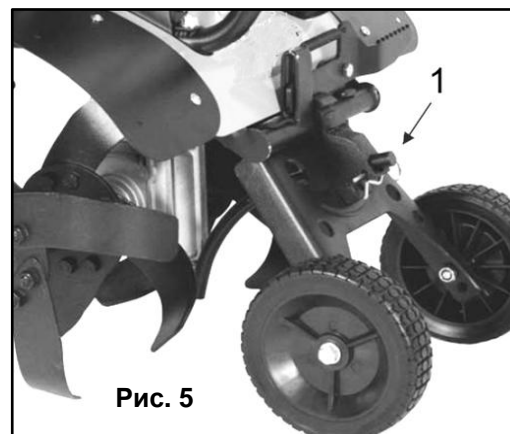

Рис. 5
- Отсоедините шплинт (1) (См. Рис. 5), выньте стопорный палец, а затем выньте сошник из держателя.
- С помощью шплинта (1) (См. Рис. 5), к культиватору можно прикрепить различные аксессуары – сцепку (мод. PRORAB 8001001) для крепления к ней картофелевыкапывателя (мод. PRORAB 8001016), окучника (мод. PRORAB 8001007)